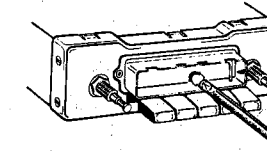

Fig. 49
5. Gewebeschauch (6 mm ϕ) auf Skalenlampe schieben und mit leichtem Druck und Drehen nach links Skalenlampe herausnehmen, Fig. 49.
6. Neue Skalenlampe in den Schlauch stecken und nach Fig. 49 mit leichtem Druck und Drehen nach rechts einsetzen.
5. Push isolation sleeve (1/4") on dial lamp and pull out dial lamp with light pressure turning to the left, Fig. 49.
6. Hook new dial lamp on sleeve and insert with light pressure turning to the right, Fig. 49.